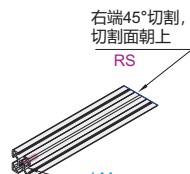

图3
- AOB05-3030-L800-LP-RS (见图3)
AOB05-3030-L800-LM-RS（如图3）
AOB05-3030-L800-LE-Z5-A300-B80-C220-LD-Z5-A200 (图3)